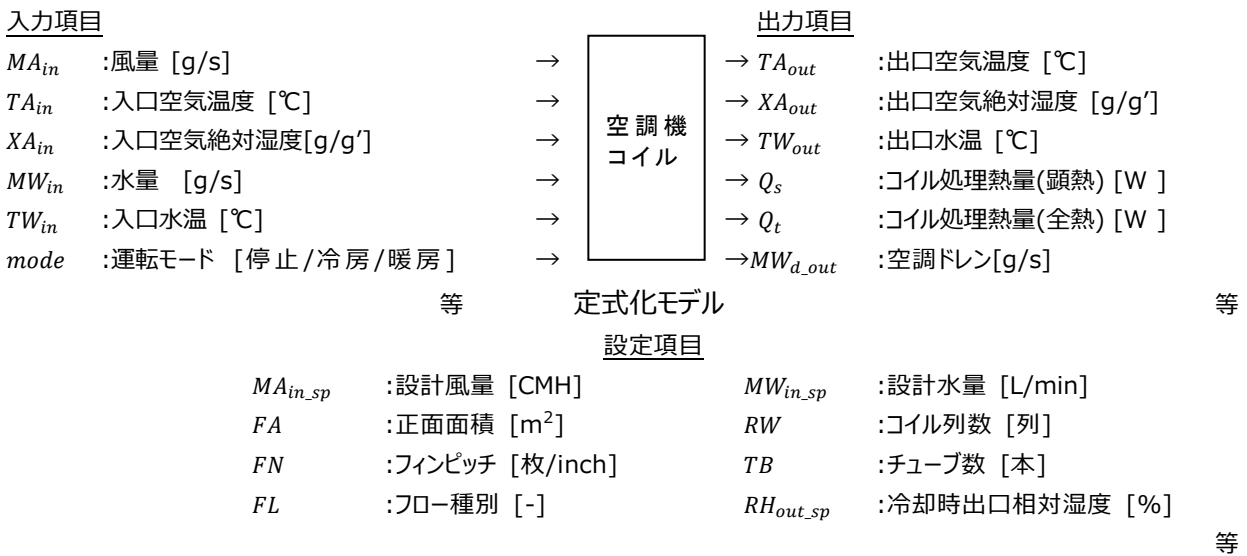

図 2 冷温水コイルモジュールの計算概要
(4) スペック入力項目(図 2 における設定項目)
(5) シーケンス接続(図 2 における入力項目、出力項目)